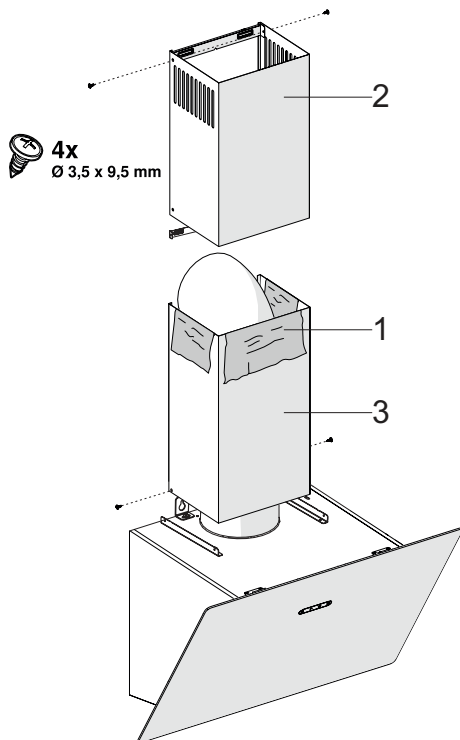

Abb. 12
- Entfernen Sie die Schutzfolien auf den Schächten (Abb. 12/1).
- Setzen Sie beide Schächte oben auf die Dunstabzugshaube und ziehen Sie den Innenschacht nach oben bis zum Verbindungsblech. Verschrauben Sie den Innenschacht rechts und links an dem Verbindungsblech (Abb. 12/2).
- Verschrauben Sie den Aussenschacht links und rechts an dem Winkelblech oberhalb der Dunstabzugshaube (Abb. 12/3).